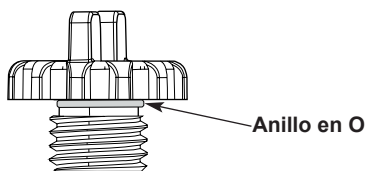

Fig. 21
5. Asegúrese que el anillo en O esté en su lugar en el tapón de llenado del aceite (Fig. 21).
7. Asegúrese que el anillo en O esté en su lugar en el tapón de llenado del aceite (Fig. 21).